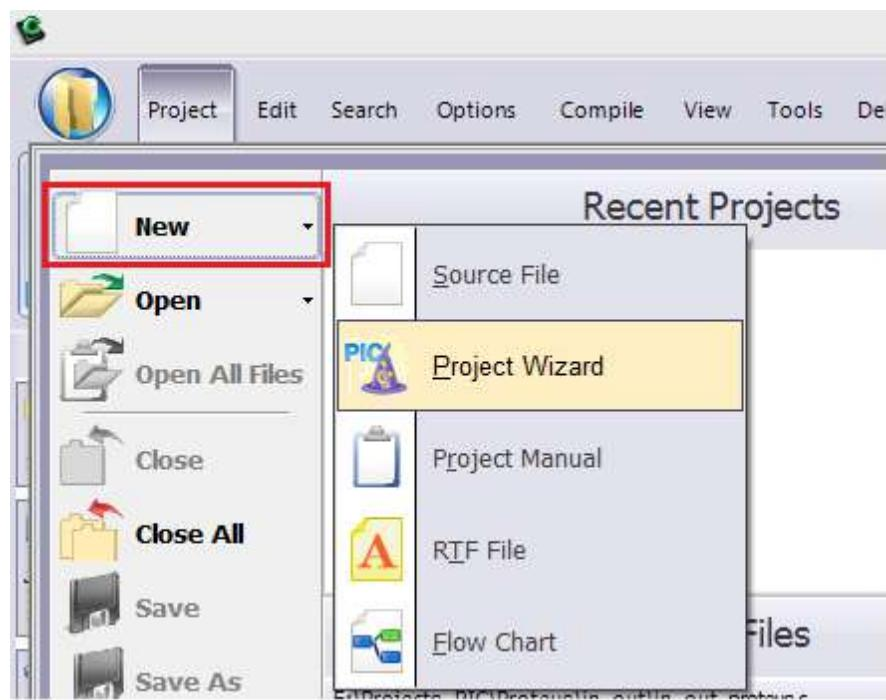

Рисунок 3.1.2 – Процес створення проекту у **IDE PCWH**
2. Вибрати: **New > Project Wizard** (рис. 3.1.2):